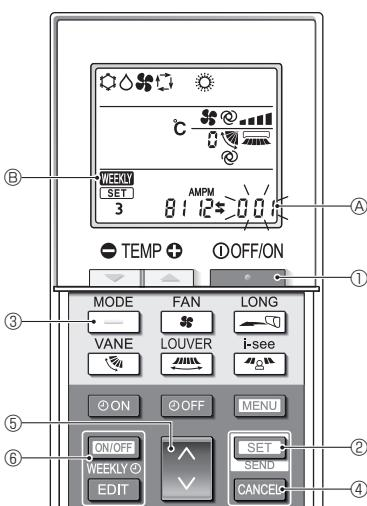

Fig. 4-12
4.12.8. Cómo desactivar el funcionamiento en modo Auto (Fig. 4-12)
1.Pulse el botón ① para detener el acondicionador de aire.
• Si el temporizador semanal está activado, pulse el botón ON/OFF WEEKLY ⑫ para desactivarlo. (⑬ desaparece).
2.Pulse el botón SET ⑭ durante 5 segundos.
3.Pulse el botón ⑮.
4.Completar los ajustes (Fig. 4-12)